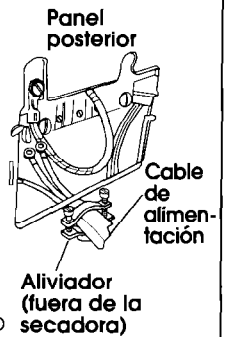

Figura 6
3. Fije el aliviador 3/4 pulg. con aprobación U.L. (con la marca U.L.) en el orificio debajo de la abertura del bloque de terminales (consulte la figura 6). Apriételo firmemente al bastidor para que esté en posición horizontal. Coloque el cable de alimentación a través del aliviador.